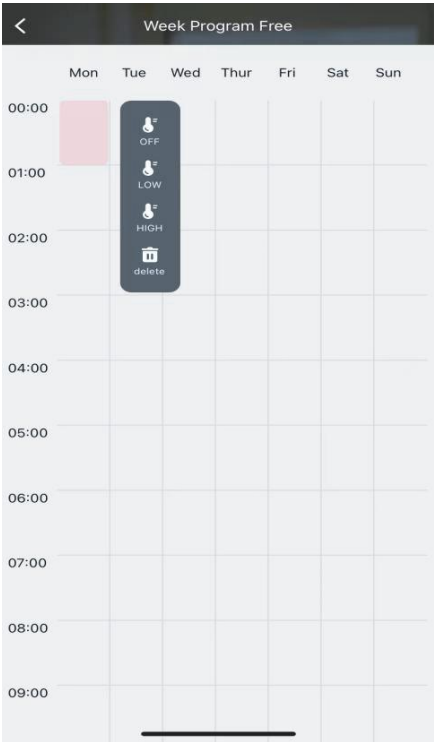

Abb. 10
5. Im Bereich "Wochentimer" kannst du für jeden Tag der Woche eine individuelle Temperatur für den Zeitraum von 24 Stunden einstellen, wie in Abbildung 10 gezeigt.